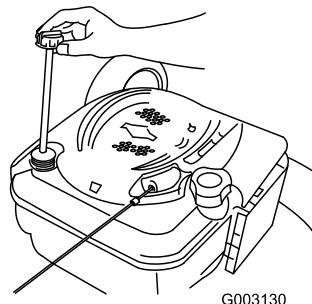

Bild 36
6. Nehmen Sie den Peilstab aus dem Öliefüllstutzen (Bild 36).